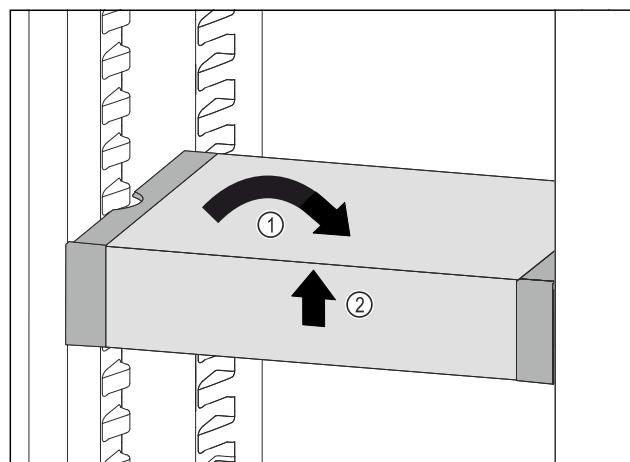

Fig. 143
- ▶ Вирівняти VarioSafe. Fig. 143 (1)
- ▶ Підняти VarioSafe спереду. Fig. 143 (2)